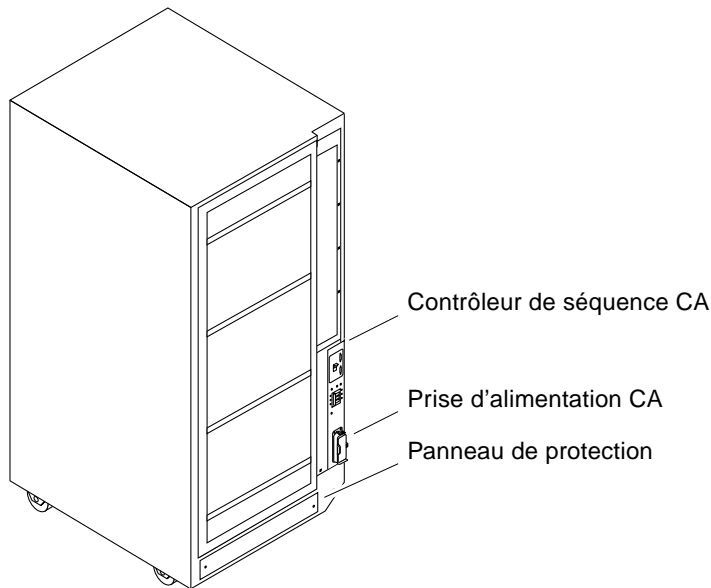

FIGURE 2-2 Commutateur du contrôleur de séquence CA
4. Vérifiez que le commutateur du contrôleur de séquence CA (FIGURE 2-2) se trouve sur la position Arrêt.
6. **Si vous installez ou redispousez les câbles d'interface, retirez le panneau de protection (FIGURE 2-2) en desserrant les deux vis de celui-ci.**
1. **Si vous aviez retiré le panneau de protection, fixez-le à l'armoire (FIGURE 2-2).**
1. **Soulevez le cache de protection de la prise CA (FIGURE 2-2) située sur le contrôleur de séquence CA et connectez le cordon d'alimentation CA.**